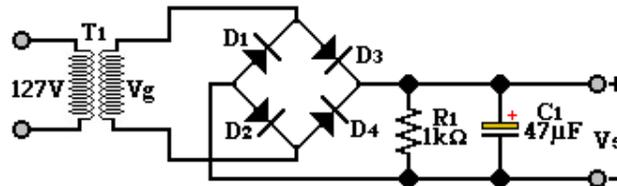

Figura 3.4.
11. Arme el circuito de la figura 3.4, dibuje la forma de onda de V_s obtenida en el osciloscopio en papel milimétrico, anotando la magnitud del voltaje de rizo, así como los valores de voltaje entre los que se encuentra (V_{SM} y V_{Sm}).